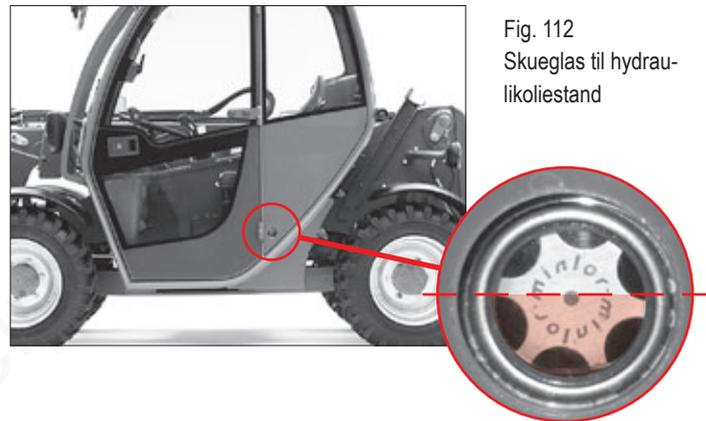

Fig. 112
4. Kontrollér oliestanden i skueglasset på siden af førerpladsen (fig. 112). Oliestanden skal ligge i midten af skueglasset!